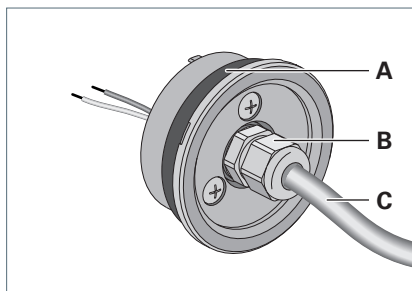

Fig. 3: Luminaire tubulaire RL70.
- ▶ Introduisez le câble par le raccord de câble à vis **B**, voir Fig. 3.